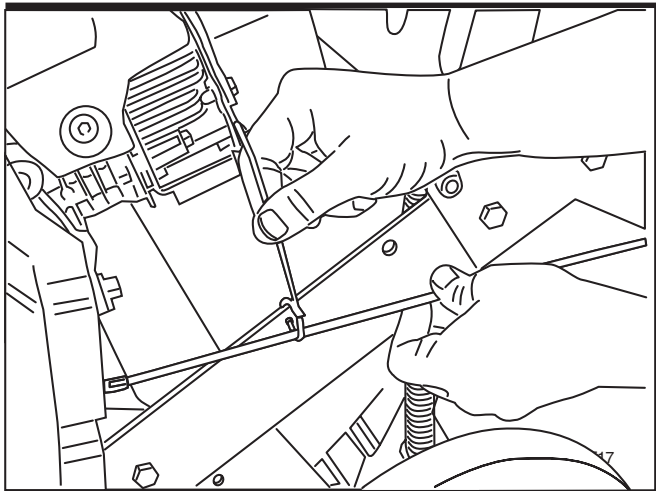

ABBILDUNG 10
22. Binden Sie das Kabel mit Draht an den Griff. Siehe Abbildung 10.